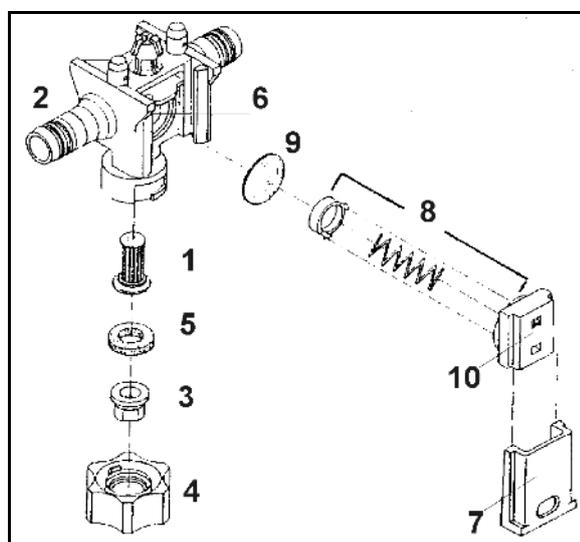

Fig. 201
2. Schrauben (Fig. 201/1) entfernen.
3. Ventildeckel (Fig. 201/2) abnehmen.
4. Ventilgruppen (Fig. 201/3) herausnehmen.
5. Ventildichtring (Fig. 201/4) und O-Ring (Fig. 201/5) herausnehmen.